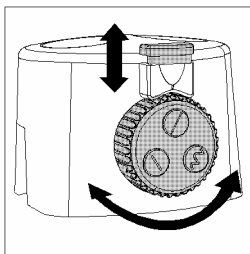

Figura 5
- 1 Tirare verso sopra il dispositivo di fermo presente presso la taglierina a rullo (figura 5).
- 2 Girare la testina di selezione presente sotto al dispositivo di fermo in modo da selezionare il tipo di taglio desiderato (figura 5).
- 3 Premere in basso il dispositivo di fermo presente presso la taglierina a rullo (figura 5).